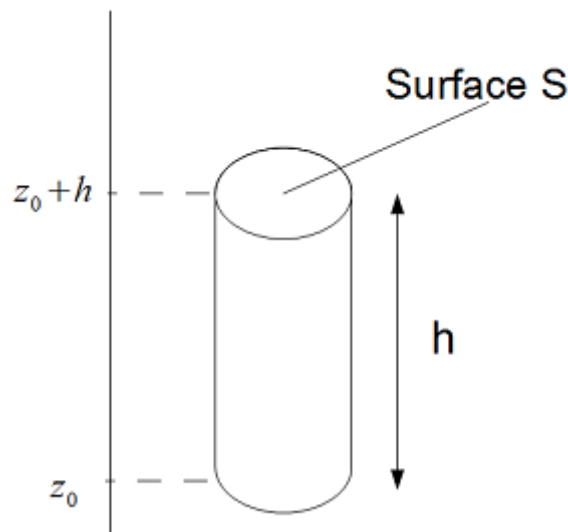

FIGURE 2.11 – Canette de coca immergée dans l'eau
**Illustration** Soit une canette de coca immergée dans l'eau (*Figure 2.11*)